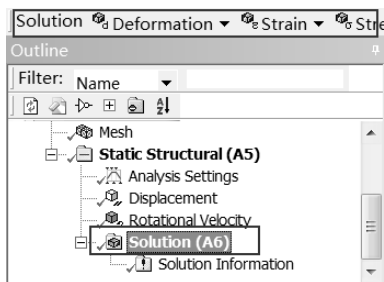

图 5-107 Solution 工具栏
Step1: 选择 Mechanical 界面左侧 Outline (分析树) 中的 Solution (A6) 选项, 此时会出现如图 5-107 所示的 Solution 工具栏。